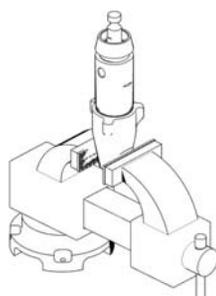

FIG. 1
1. (Fig. 1) Retire a porca de empanque (3).